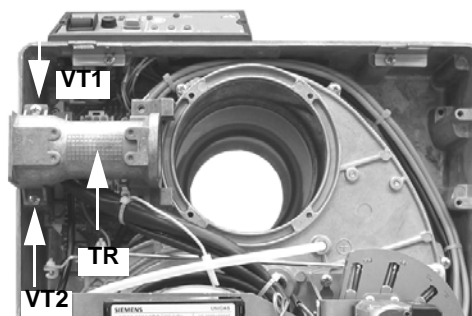

Рис. 24
- 6 Снять патрубок **TR**, установить его в новом положении, закрепить винты **VT1** и **VT2** (Рис. 24).